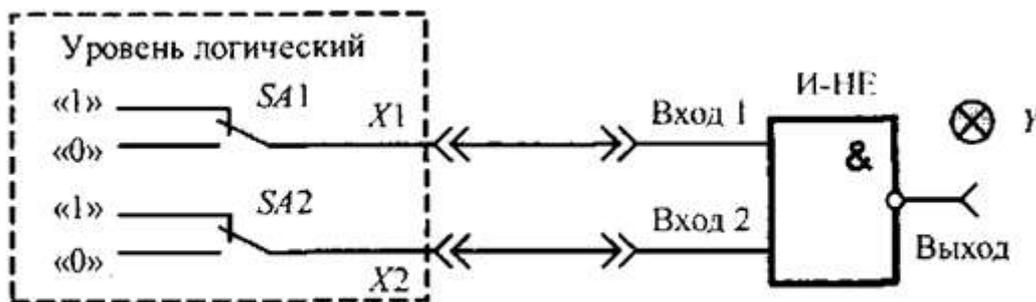

Рис. 1. Схема соединений для исследования логического элемента И-НЕ
1) Составить таблицу истинности логического элемента «И-НЕ». Для этого собрать схему (рис. 1), подключив выходы гнезд «Уровень логический» к соответствующим входам логического элемента «И-НЕ». Включить тумблер «Питание». Задавая различные комбинации входных логических сигналов (X1, X2) тумблерами SA1 и SA2, фиксировать по светодиоду выходной сигнал Y логического элемента. Составить таблицу истинности исследуемого элемента. Результаты занести в табл. 1. Выключить тумблер «Питание»;